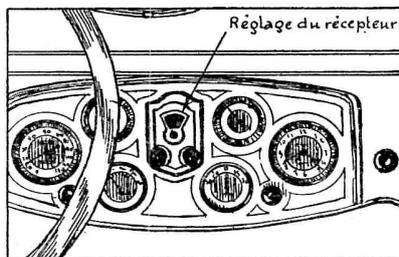
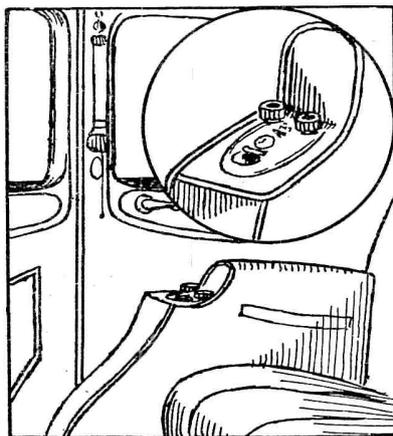

Fig. 11. — Réglage d'un récepteur au centre du tableau (voiture Packard).
Fig. 12. — Réglage d'un récepteur sur un accoudoir (voiture Packard).
Aussi, les voitures de la saison actuelle sont livrées avec des récepteurs de T.S.F. où une place de choix a été assignée aux différents éléments. C'est ainsi que Packard livre des voitures où les organes de réglage du récepteur sont montés au centre du tableau de bord (fig. 11) ou sur l'accoudoir de droite des sièges arrière (fig. 12).
La figure 12 (1) représente le tableau de bord d'une récente V 8/40. Sur la droite est monté un récepteur de T.S.F. dont le cadran constitue le pendant du compteur kilométrique, le haut-parleur est placé au-dessous et obliquement de manière à ne pas gêner le passager.